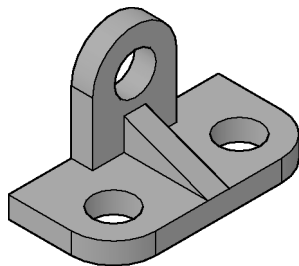

图 14-21 “概念”样式示例
1) 选择“视觉样式”控件→“概念”命令，视图样式如图 14-21 所示。